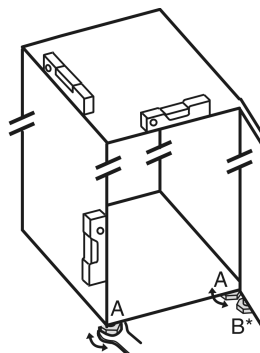

Fig. 51
- ▶ Odvrnite podesive nožice *Fig. 51 (A)* priloženim viličastim ključem i libelom prema van dok uređaj ne stoji čvrsto i ravno.
- ▶ Odvijte podesivu nožicu *Fig. 51 (B)* na podlošku ležaja priloženim viličastim ključem dok se ne podupre o pod.
- ▶ Nastavite okretati podesivu nožicu *Fig. 51 (B)* za 90°.